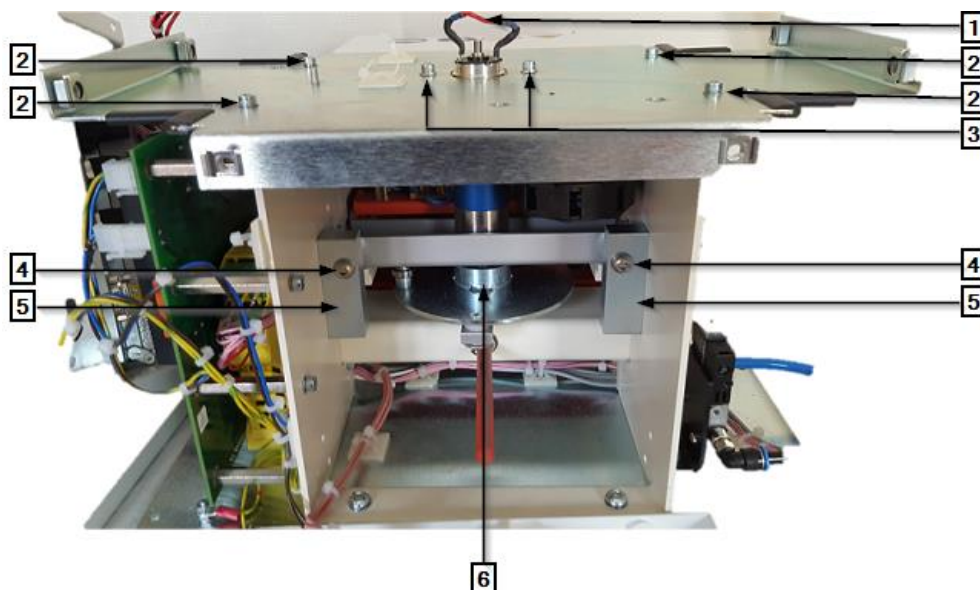

Abb. 71 : Podzespół silnika bez osłon (widok z tyłu)
- ➔ Otworzyć opaski kabli pomiędzy procesorem a kondensatorem. W odniesieniu do poniższego opisu por. Abb. 71 : Podzespół silnika bez osłon (widok z tyłu), strona 107.
- Sprawdzić, czy odstęp szczęk zaciskowych w komorze grzewczej w położeniu **Ładowanie** jest równoległy. W razie potrzeby wyregulować śruby ustalające silnika (2).
- Dokręcić śruby ustalające silnika M6×40 (2) i nakrętki zabezpieczające przy płycie podstawy (1) podzespołu silnika.
- Umieścić śruby mocujące na uchwycie silnika i dokręcić je. Por. Abb. 71 : Podzespół silnika bez osłon (widok z tyłu), strona 107.